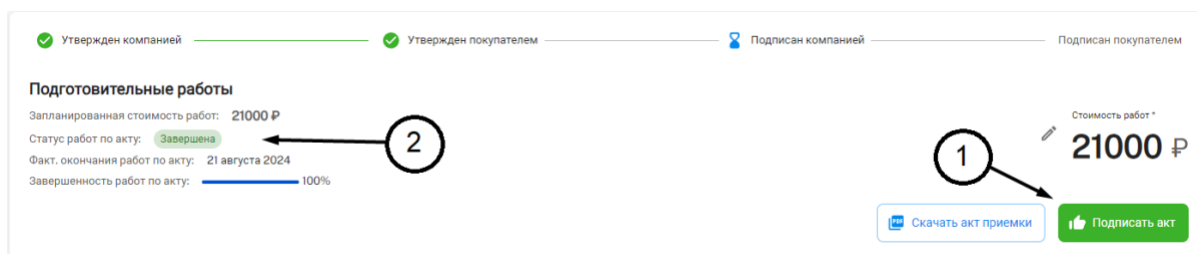

Рисунок 30 - Подписание акта приемки застройщиком
Для того чтобы у застройщика появилась возможность подписать этот акт необходимо завершить работы в графике. После завершения работ, входящих в этот акт, станет активной кнопка «Подписать акт» (1) и изменится статус работ по акту (2) Рисунок 30.